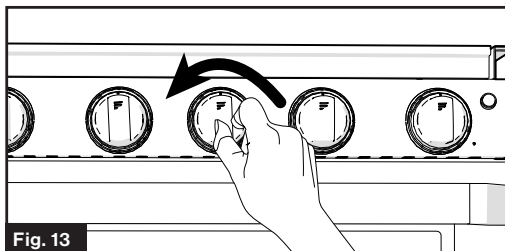

Fig. 13
2. Presione y gire la perilla de control del quemador correspondiente en sentido contrario a las agujas del reloj hasta la posición **▲**. (Fig. 13)